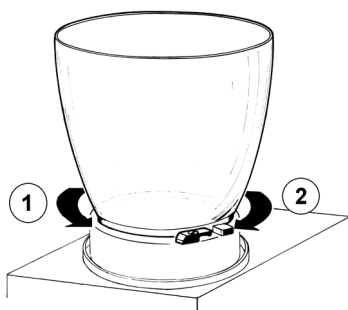

figura 2
- 4 Quitar el contenedor girándolo (1) en sentido antihorario (ver figura 2).
2 Volver a montar en su alojamiento la junta del contenedor. Volver a montar el contenedor girándolo en sentido horario (2). Para facilitar esta operación mojar la junta con un poco de agua (ver figura 2).